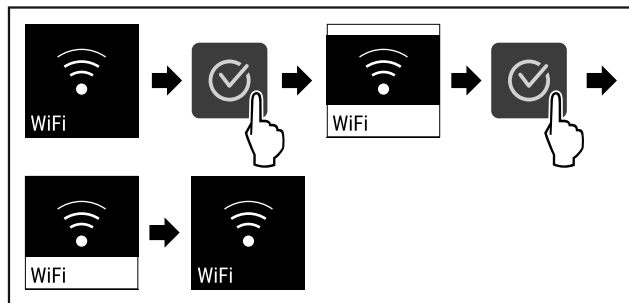

Fig. 87
- ▶ Выполните шаги действия (см. Fig. 87).